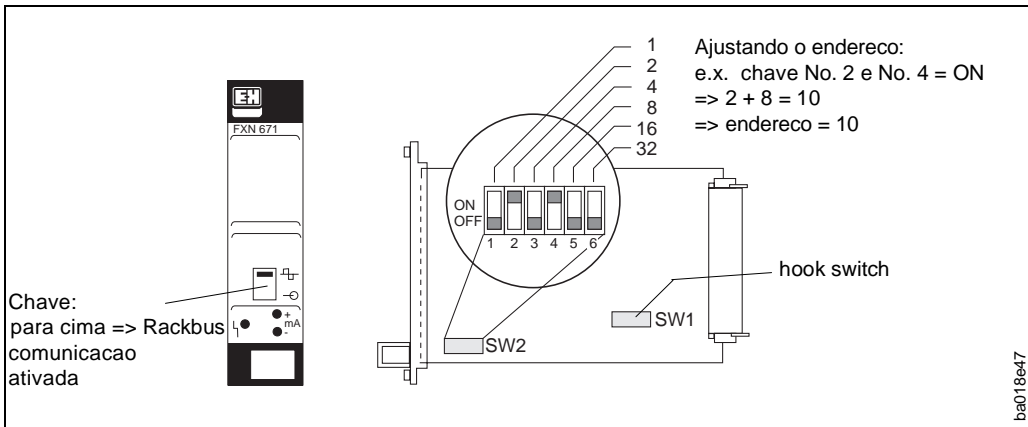

Fig. 31:
- Mova a chave, na frente do painel do FXN 671, para cima (Fig. 31) => Rackbus comunicacao ativada. A programacao local do Prowirl 70 esta desabilitada ate a chave do FXN 671 esteja para cima.
- A chave SW1 aberta (Fig. 31) => Resistor 250 Ω conectado.
- Ajuste o endereco Rackbus usando as chaves DIP SW2 (Fig. 31) => Um endereco entre 0 e 63 e ajustado.